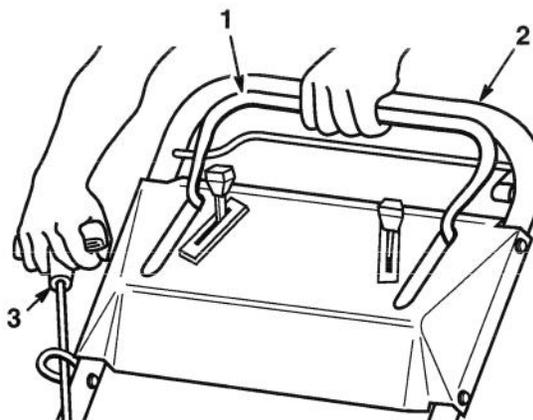

Figure 34
8. Maintenir la barre de commande de lame serrée contre le guidon et tirer plusieurs fois le cordon du démarreur pour expulser les résidus de carbone (Fig. 34).